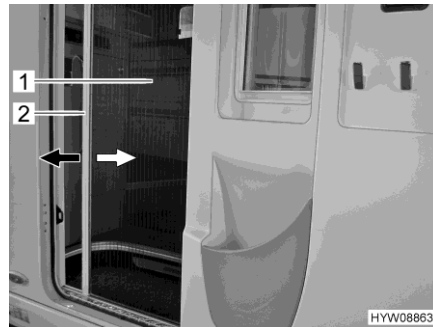

Bild 38 Insektenschutz (Wohn-
- Griffleiste (Bild 38,2) mit beiden Händen fassen und Insektenschutz (Bild 38,1) gleichmäßig aus der Türaufnahme ziehen.
- Griffleiste (Bild 38,2) mit beiden Händen fassen und Insektenschutz (Bild 38,1) mit leichtem Druck zurück in die Türaufnahme schieben.